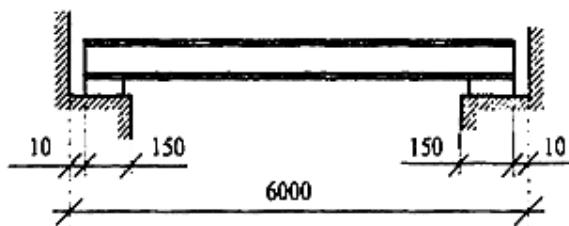

Рис. 4
**Задача 1.** Определить несущую способность стальной балки перекрытия (какой изгибающий момент она способна воспринимать из условий прочности), выполненной из прокатного двутавра 23Б. Сталь С345; коэффициент условия работы  $\gamma_c = 1,1$ . Балка опирается на стены – рис. 4.
**Задача 2.** Подобрать сечение двутавра  $\gamma_c = 1,1$ ,  $\gamma_n = 0,95$ . Проверить прогиб по конструктивным требованиям. Для расчета воспользоваться рис. 4. Исходные данные в таблице 1.